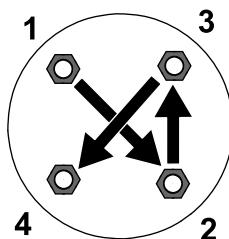

図 8
2. 図 8 のように対角線パターンで、ラグナットをトルク締めする $108-122 \text{ N}\cdot\text{m}$ $11-12 \text{ kg}\cdot\text{m} = 80 \text{ to} 90 \text{ ft-lb}$ 。